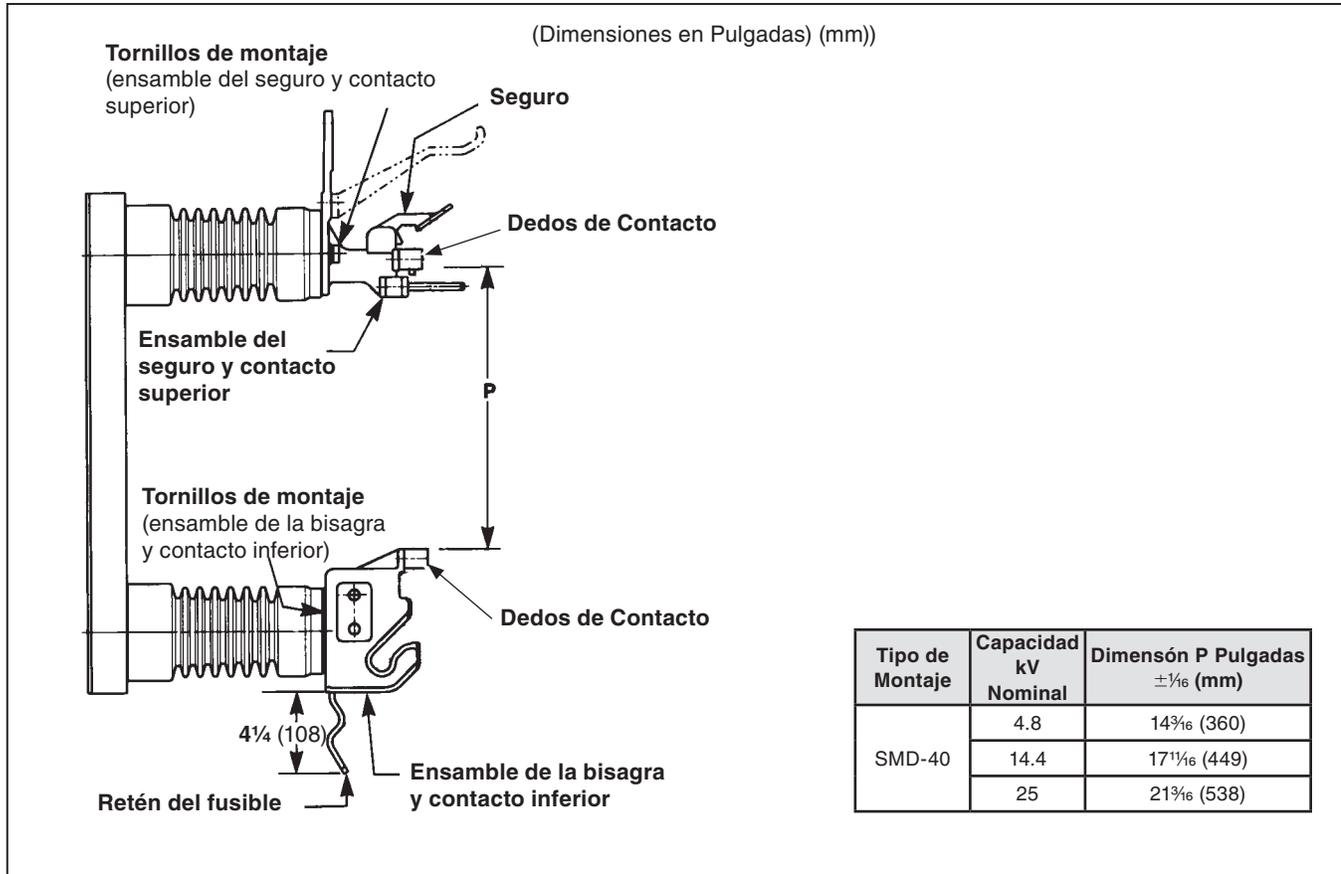

Figura 1. Espaciado de las partes vivas para los Fusibles de Potencia Tipo SMD-40 de S&C.
- PASO 2.** Sujete el montaje a una armazón o estructura de soporte utilizando la tornillería correspondiente (no se incluye con el montaje). Ver la Figura 1.
**PASO 1.** Mida con precisión la distancia entre los dedos de los contactos del ensamble del seguro y contacto superior y los dedos del contacto correspondientes del ensamble de la bisagra y el contacto inferior (Dimensión P, Figura 1 en la página 6). Verifique para estar seguro que la dimensión esté dentro de los límites de tolerancia establecidos por la Dimensión P. En caso de que sea necesario realizar ajustes, afloje los tornillos de montaje del ensamble del seguro y contacto superior y junte el ensamble o aléjelo del ensamble de la bisagra y contacto inferior según sea necesario para que la Dimensión P quede dentro de los límites especificados. Asegúrese de que se conserve la Dimensión P entre los dedos de los contactos superior e inferior en ambos lados del montaje del fusible. Apriete completamente los tornillos del ensamble del seguro y contacto superior.
**PASO 2.** Instale una de las unidades fusibles—con los accesorios terminales colocados según se indica en la Hoja de Instrucciones de S&C 252-555— en el ensamble de la bisagra y contacto inferior del montaje desenergizado y cierre el fusible lentamente contra el ensamble del seguro y contacto superior. Verifique que el accesorio terminal de la unidad fusible se acerque a los contactos “por el centro” en el ensamble del seguro y contacto superior. En caso de que sea necesario realizar ajustes, afloje los tornillos de montaje del ensamble de la bisagra y contacto inferior, y utilizando la unidad fusible como palanca, empuje el ensamble de la bisagra y contacto inferior a su alineación correcta con el ensamble del seguro y el contacto superior. Vuelva a verificar que la Dimensión P aun esté dentro de los límites de tolerancia. También, verifique que el retén del fusible esté posicionado como se muestra en la Figura 1 en la página 6. Vuelva a apretar los tornillos de montaje del ensamble de la bisagra y contacto inferior.